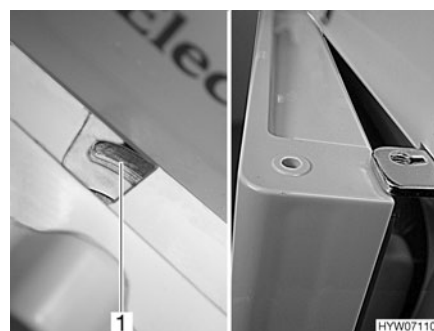

Fig. 150 Porte du réfrigérateur en position de ventilation (Dometic Série 7)
- Pousser le dispositif de verrouillage complètement vers la droite. La porte du réfrigérateur est fixée à l'aide de l'arrêteur de porte (Fig. 150,1). La porte du réfrigérateur reste ainsi légèrement ouverte (Fig. 150).